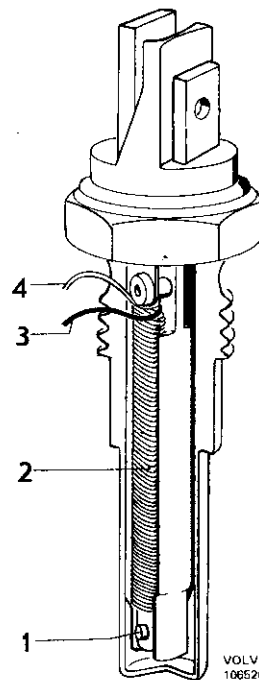

Abb. 2-32 Thermo-Zeitschalter
Bei kaltem Motor (Temperatur unter $+35^{\circ}\text{C}$) sind die Kontakte (1: Abb. 2-32) geschlossen. Während der Anlasser betätigt wird, verläuft ein Stromfluß von diesem zum Kaltstartventil und weiter über die Leitung (4) und das Kontaktpaar (1) zur Masse. Gleichzeitig fließt aber auch Strom vom Anlasser durch die Leitung (3) und über das Kontaktpaar (1) zur Masse.